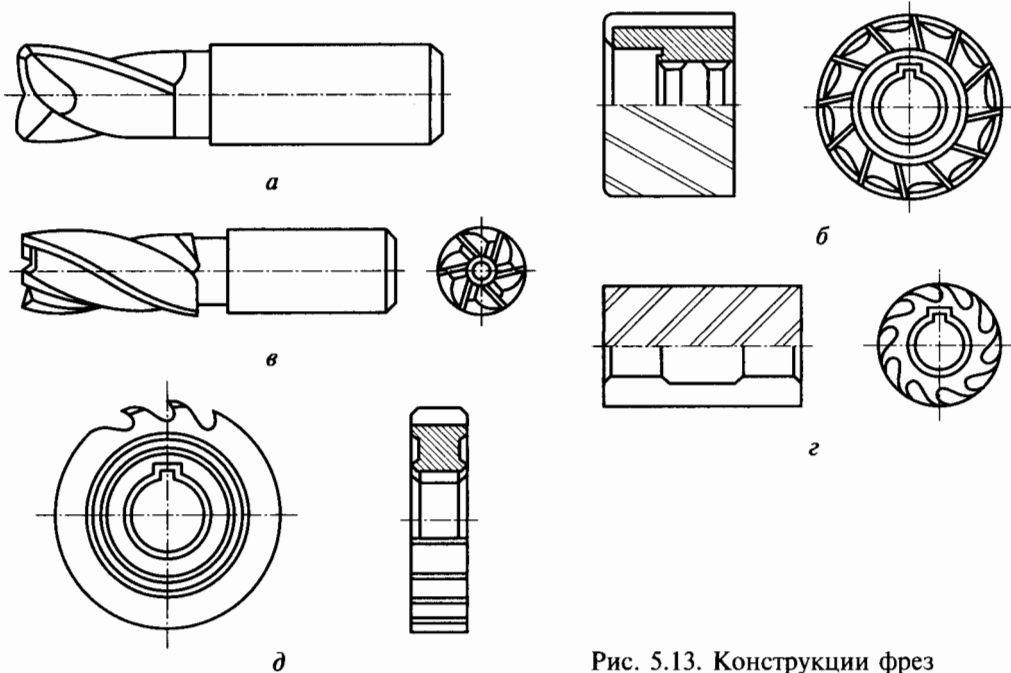

Рис. 5.13. Конструкции фрез
30. Назовите фрезы, изображенные на рис. 5.13. Укажите, каково их назначение: